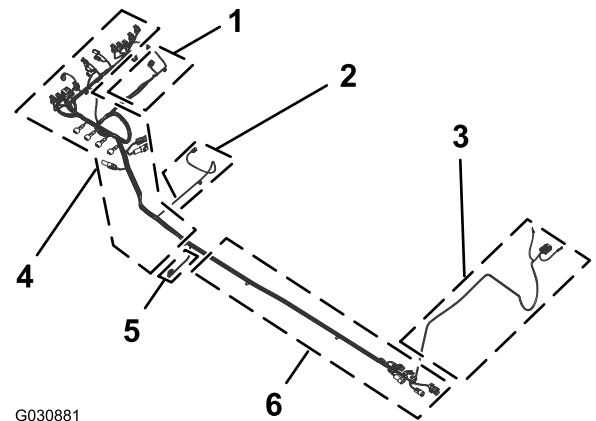

Figura 110
1. Localice la rama de 165 cm y la rama de 203 cm del arnés eléctrico nuevo (Figura 110).